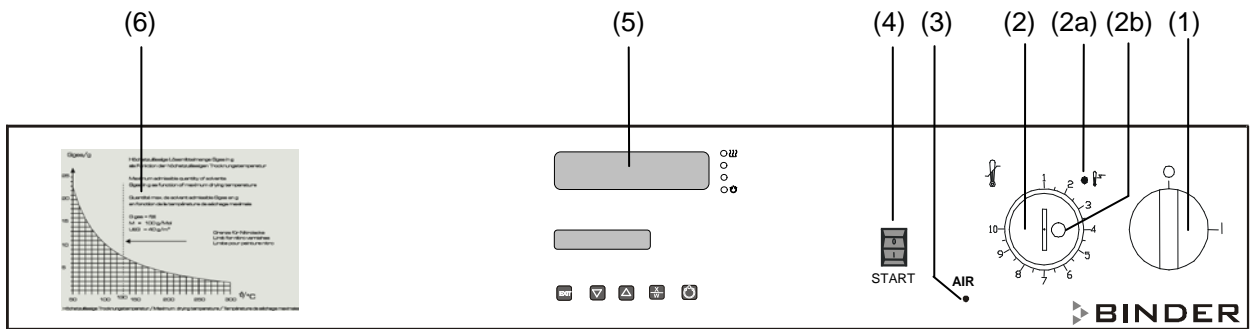

Figura 4: Cuadro de mandos FDL 115 equipamiento estándar
El caudal del aire de salida se controla con un supervisor de corriente fijo en la parte superior del equipo (conector por presión diferencial). El sistema de supervisión desactiva la calefacción ante una incidencia y comunica este estado de forma óptica: luz indicadora roja "AIR" (3) (ver Figura 4).